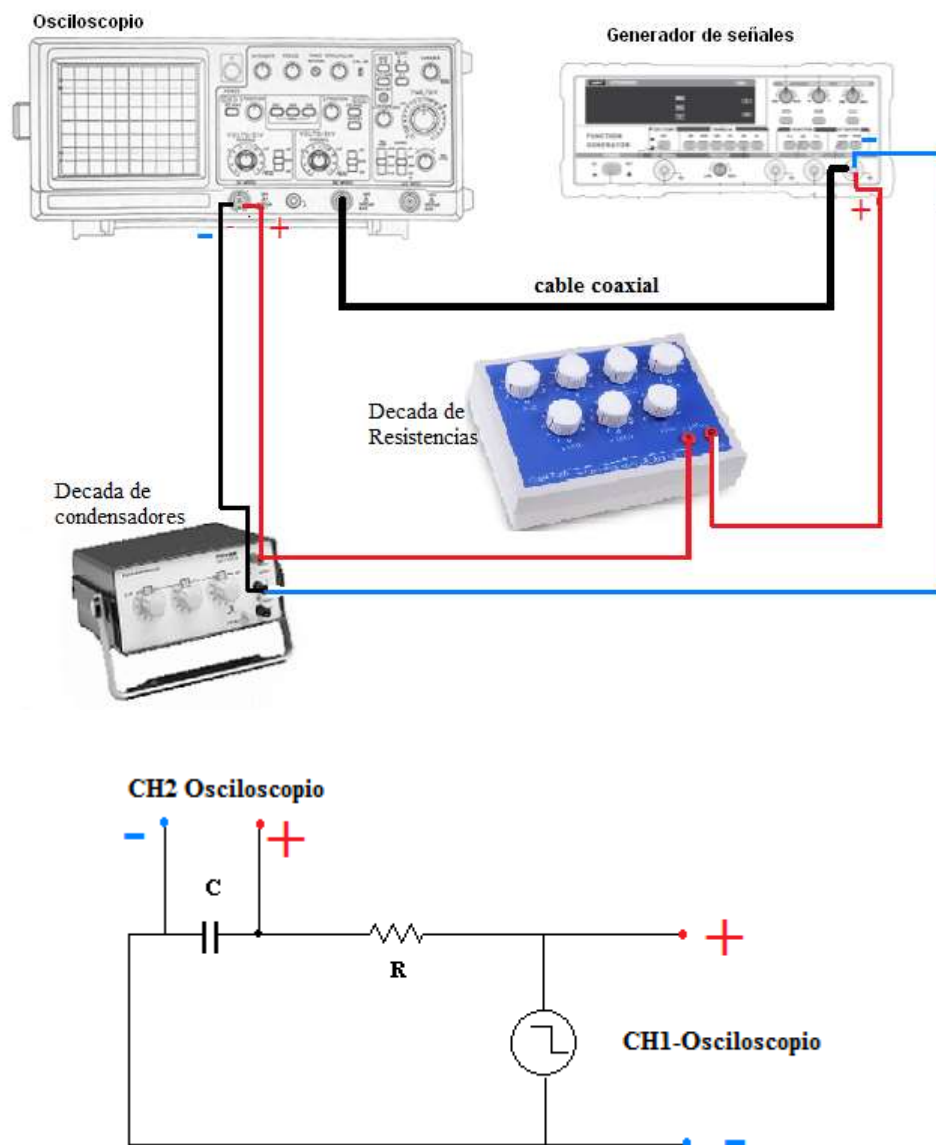

Figura 4. Circuito para determinación de la constante capacitiva de tiempo con ayuda de un osciloscopio.
2. Para el estudio de un circuito RC con un osciloscopio, como fem usaremos la señal onda cuadrada, detector de voltaje y tiempo el osciloscopio, de acuerdo con lo mostrado en la figura 4